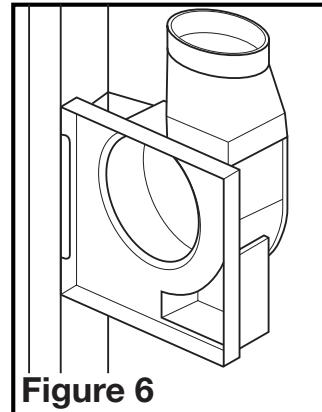

Figure 6
- Verrouillez le corps du ventilateur dans le support, en vous assurant que le collet du conduit est dirigé vers le haut vers le plafond (**Figure 6**).